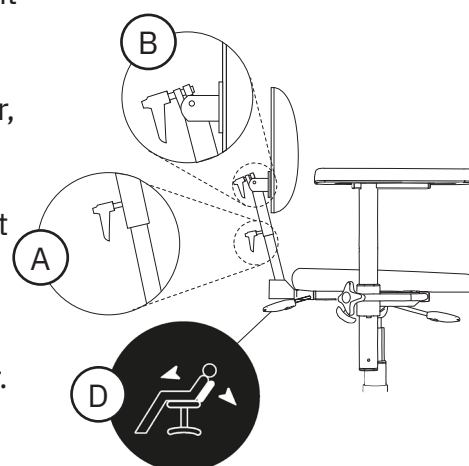

Figure 5.27. Mécanisme de dossier Comfort.
Comfort peut s'ajuster en hauteur (A), en inclinaison du dossier (B) et en inclinaison du dispositif d'escamotage par ressort pneumatique (C), voir figure 5.27. Le dispositif d'escamotage du dossier par ressort pneumatique peut s'ajuster au moyen du réglage situé sous l'assise (en standard) ou sous l'accoudoir (en option). Le dispositif d'escamotage du dossier peut s'ajuster dans une plage allant de 3 ° vers l'avant à 40 ° vers l'arrière.